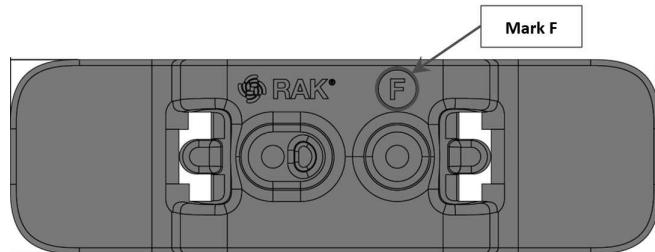

Abbildung 26: Mit dem Buchstaben F gekennzeichnetes Befestigungszubehör
1. Verwenden Sie für die DIN-Halterung zwei (2) Halterungszubehörteile mit der Kennzeichnung „F“, wie in **Abbildung 26** dargestellt.